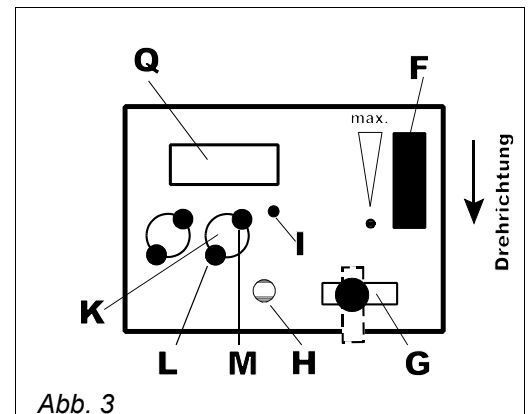

Abb. 3
- 1.5 Durch Drücken des Tasters (K) kann vom Messmodus in den Auswertemodus umgeschaltet werden (siehe Abb. 3).
- 2.1 Vor Beginn der Deckelprüfung den Druckregler (F) bis zum Anschlag in Pfeilrichtung drehen. Danach den Drehknopf (G) in Position „Druck p **offen**“ stellen und den Druckknopf „Druckablass“ (H) betätigen (siehe Abb. 3).
- 3.2 Den Druckregler (F) bis zum Anschlag in Pfeilrichtung drehen. Außerdem den Drehknopf (G) in Position
- „Druck p **offen**“ stellen und den Druckknopf „Druckablass“ (**H**) betätigen (siehe Abb. 3).